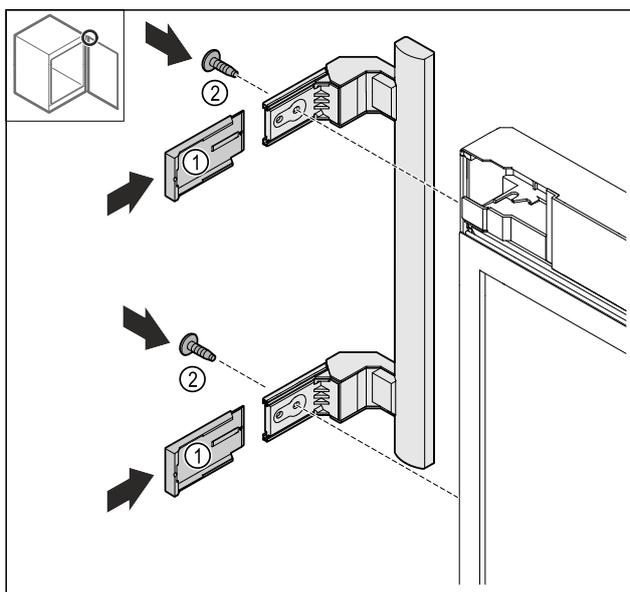

Fig. 26
- ▶ Pousser les caches Fig. 26 (1).